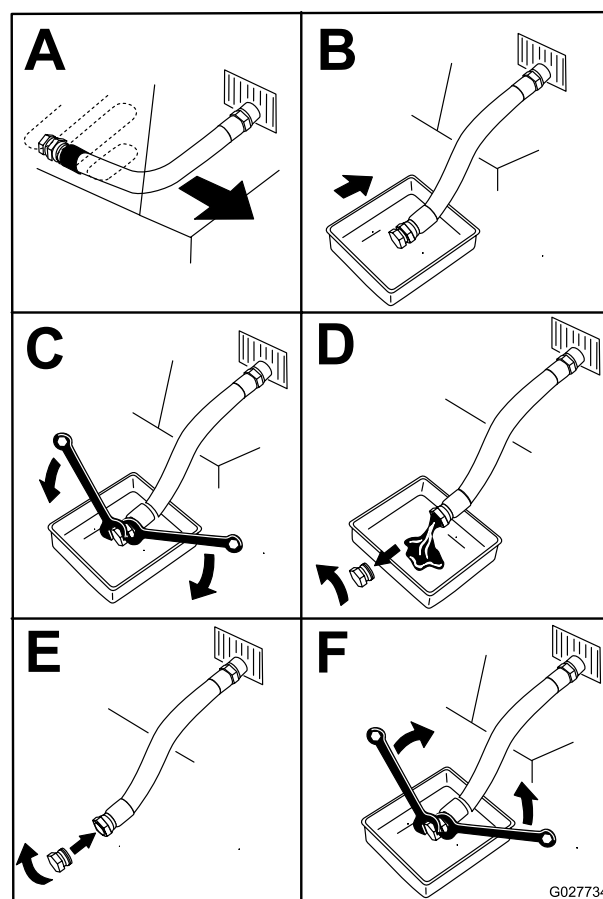

Рисунок 43
- Слейте масло из двигателя (Рисунок 43).